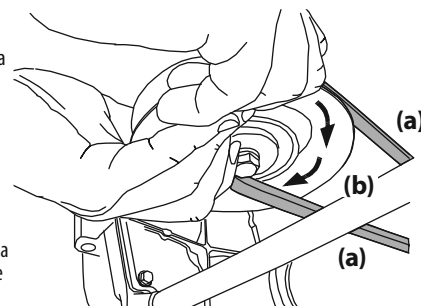

Figura 43
- Mientras sostiene la correa de la PTO (a) hacia abajo, siga girando la polea de la PTO (b) hasta que la correa de la PTO (a) se deslice fuera de la polea (b). Consulte la Figura 43.
8. Tire del lado derecho de la correa de la PTO hacia atrás y coloque el lado V angosto de la correa de la PTO en la polea de la PTO. Consulte la Figura 43.
9. Mientras sostiene la correa y la polea de la PTO juntas, gire la polea de la PTO hacia la izquierda (Vea la Figura 43). Siga sosteniendo y rotando la polea de la PTO y la correa de la PTO hasta que la correa de la PTO se enrolle totalmente en la polea de la PTO.